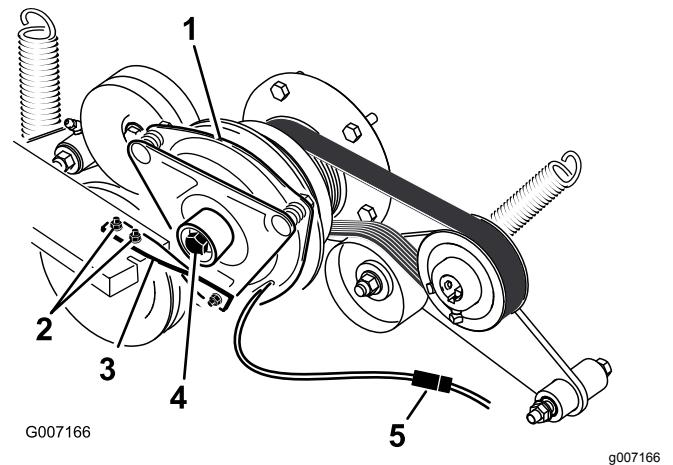

Figure 78
6. Débranchez la connexion électrique de l'embrayage (Figure 78).
7. Déposez les 2 boulons qui fixent la barrette d'embrayage en caoutchouc au cadre du plateau de coupe (Figure 78).
8. Déposez le boulon central de fixation de l'embrayage à l'arbre du moteur, et déposez l'embrayage et la clavette (Figure 78).
15. Tout en maintenant le vilebrequin à l'arrière de la machine, posez le boulon central et serrez-le à 68 N·m (Figure 78).
16. Fixez la barrette d'embrayage en caoutchouc sur le cadre du plateau de coupe au moyen des 2 boulons et écrous retirés précédemment (Figure 78).
18. Branchez la connexion électrique de l'embrayage (Figure 78).